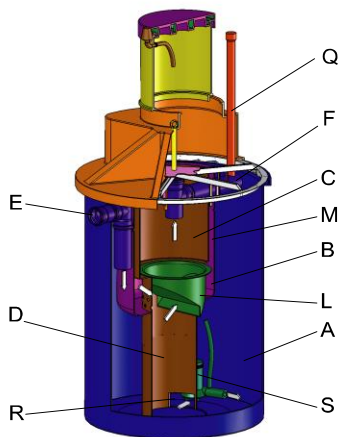

Рис. 5. Аэратор
Очищенная на 50-60% сточная вода самотеком через выходной патрубок поступает на станцию аэрации (Рис. 5).
После предварительной обработки в септике-отстойнике сточная вода через входной трубопровод E (Рис. 5) поступает в азротенк для дальнейшей очистки. В емкости «А» азротенка вода насыщается кислородом воздуха (аэрируется) при помощи погружного насоса (S).
Аэрированная смесь перетекает из емкости окисливания-нитрификации «А» (Рис. 5) в емкость «В», через первую серию отверстий (Т1), проделанных в верхней части ускорителя (М) и стекает по вертикали вниз. В нижней зоне емкости «В» поток перетекает в емкости (С) и (D) через серию отверстий (Т2).